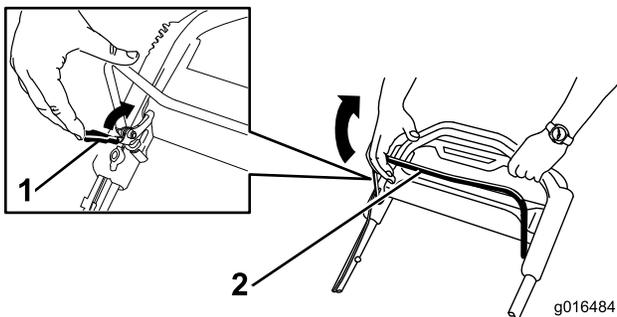

Bild 22
1. Ziehen Sie die Schaltbügel Sperre zum Schaltbügel (Bild 22).
2. Ziehen Sie den Schaltbügel **langsam** zum Holm (Bild 22).